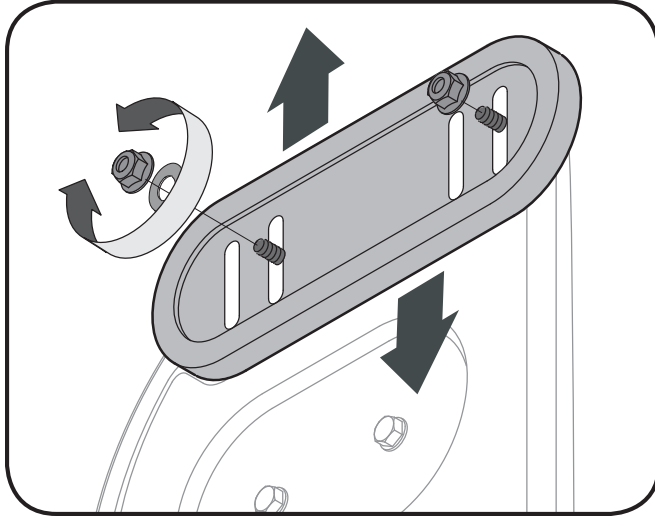
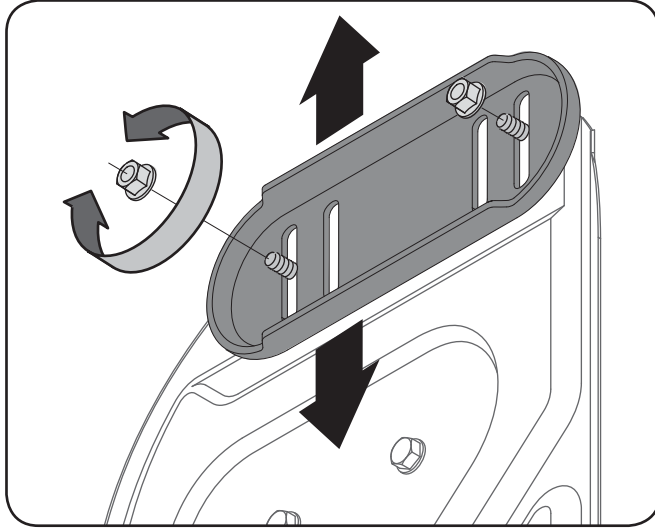

Fig. 3-12
Fig. 3-13
1. Ajustez les patins en desserrant les quatre contre-écrous à embase (deux de chaque côté) et les boulons ordinaires. Placez les patins à la position voulue. Voir les Fig. 3-12, Fig. 3-13 et 3-14.